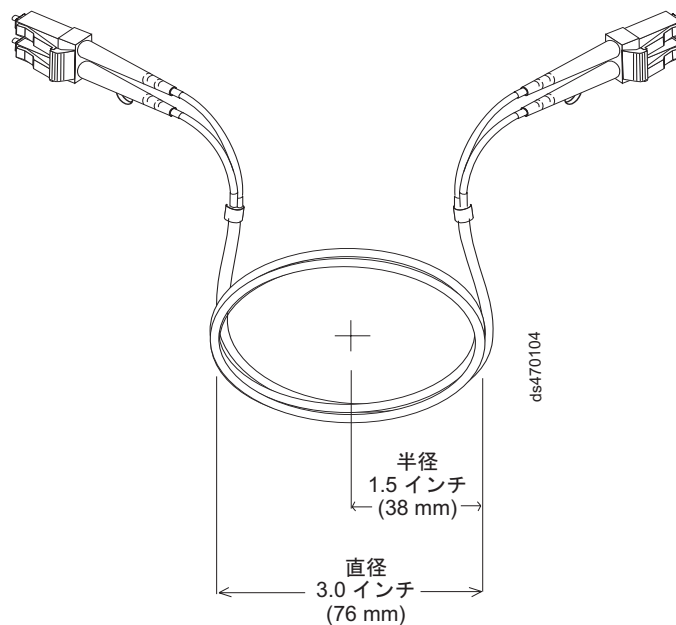

図 18. 光ファイバー・ケーブルの曲げおよびループに関するベスト・プラクティス仕様
- 余分な、または未使用の光ファイバー・ケーブルを保管するときは、ケーブルを直径 76 mm (3 インチ) 未満または半径 38 mm (1.5 インチ) 未満に曲げないでください。また、ケーブルを折り返さないでください。 55 ページの図 18を参照してください。